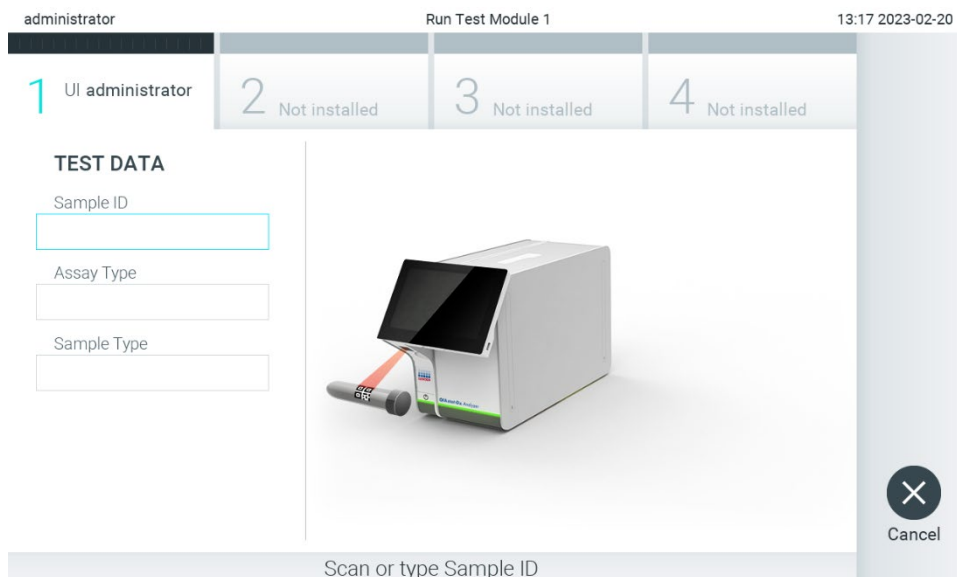

Abbildung 85. Scannen des Proben-ID-Barcodes
2. Scannen Sie nach Aufforderung den Proben-ID-Barcode mit dem im Betriebsmodul integrierten Barcodeleser (Abbildung 85).